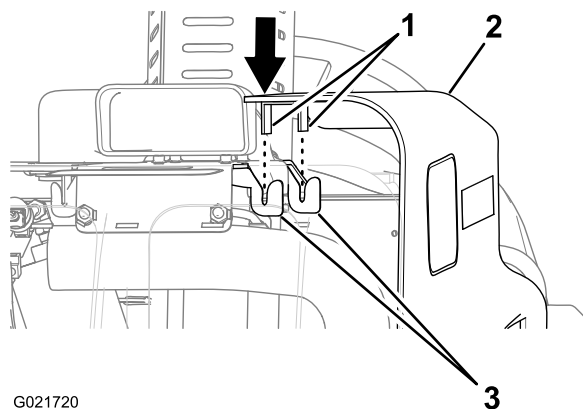

Рисунок 37
2. Совместите выступы в верхней части боковой панели с приемными кронштейнами на машине (Рисунок 37).